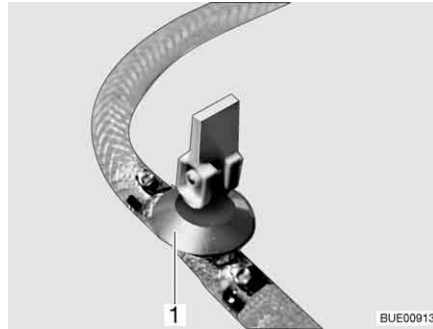
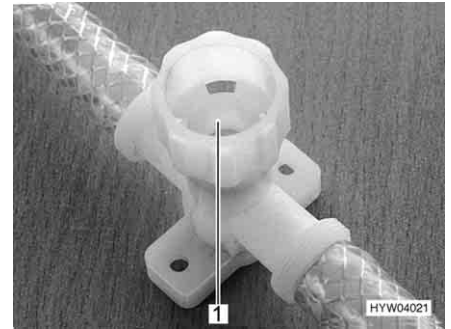

Fig. 210 Robinet de vidange (avec levier à bascule)
Fig. 211 Robinet de vidange (avec capuchon tournant)
- Fermer tous les robinets de vidange. Placer pour ce faire le levier à bascule (Fig. 210,1) à l'horizontale ou faire tourner le capuchon du robinet de vidange (Fig. 211,1) dans le sens des aiguilles d'une montre.